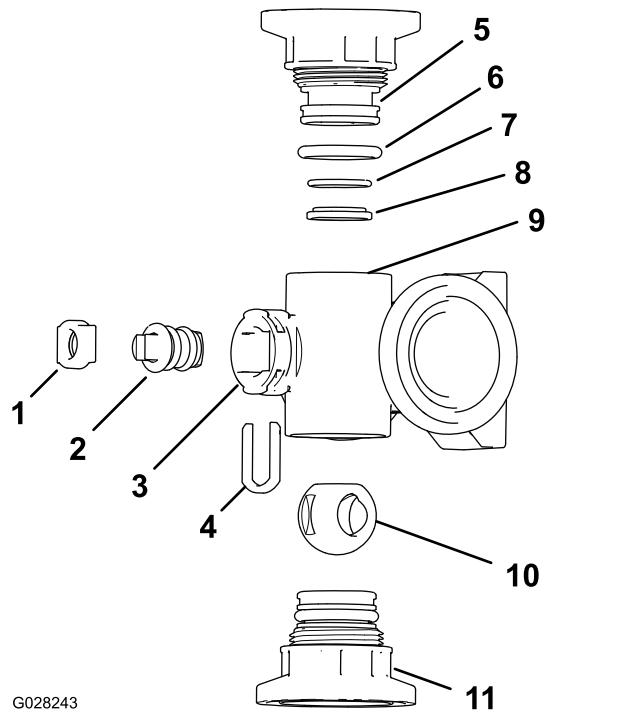
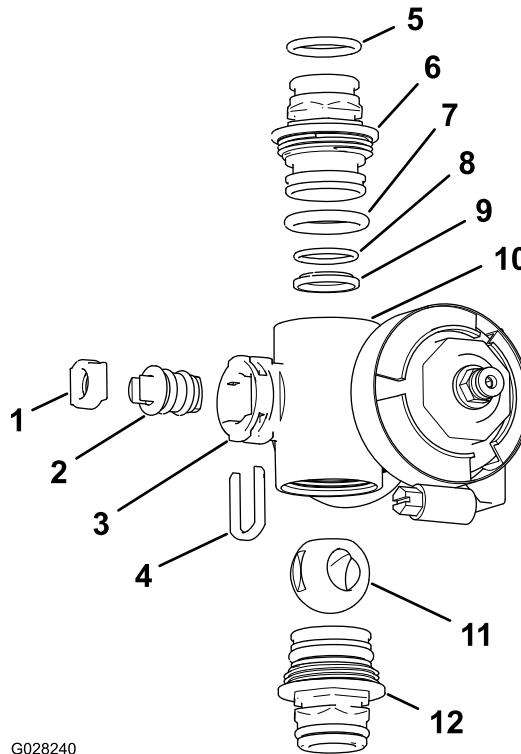

図 108
図 109
2. マニホールドのボディ両端部にあるエンドキャップフィッティングアセンブリ2個を取り外す図 108と図 109。
4. マニホールド内部のステムポートのスロットからステムリテーナを取り外す図 108 と 図 109。
5. マニホールドからステムリテーナとバルブシートを取り外す図 108 と 図 109。
6. マニホールドボディの中に手を入れてバルブシステムアセンブリを取り出す 図 108 と 図 109。
1. 出口フィッティングの Oリング個別ブームバルブマニホールドのみ、エンドキャップの Oリング、バックシートの Oリング、ボールシートそれぞれに傷や過度の摩耗がないか点検する図 108 と 図 109。
2. バルブのステムにグリスを塗り、ステムをバルブステムシートに取り付ける図 108 と 図 109。
3. バルブステムとシートをマニホールドに取り付けてステムリテーナで固定する 図 108 と 図 109。
4. バックシートの Oリングとボールシートが相互に整列しており、エンドキャップのフィッティングに適切に収まっていることを確認する図 108 と 図 109。
5. エンドキャップフィッティングアセンブリをマニホールドボディに取り付け、エンドキャップフィッティングのフランジがマニホールドのボディに接触したら図 108 と 図 109、その位置からさらにバルブを 1/8-1/4 回転締め付ける。